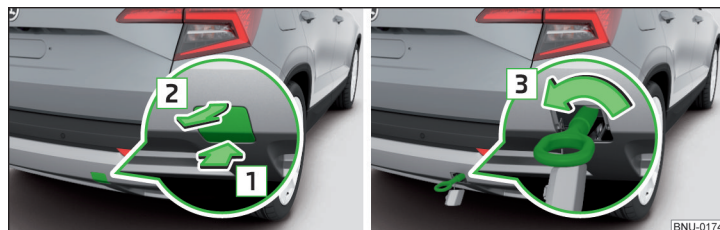

Fig. 320 Retirar la caperuza / Instalar la argolla de remolque
- ▶ Para **retirar**, presionar la caperuza en el sentido de la flecha **1** y retirarla en el sentido de la flecha **2** » fig. 320.
- ▶ Para **instalar**, enroscar la argolla de remolque a mano en el sentido de la flecha **3** » fig. 320 hasta el tope » **1**.